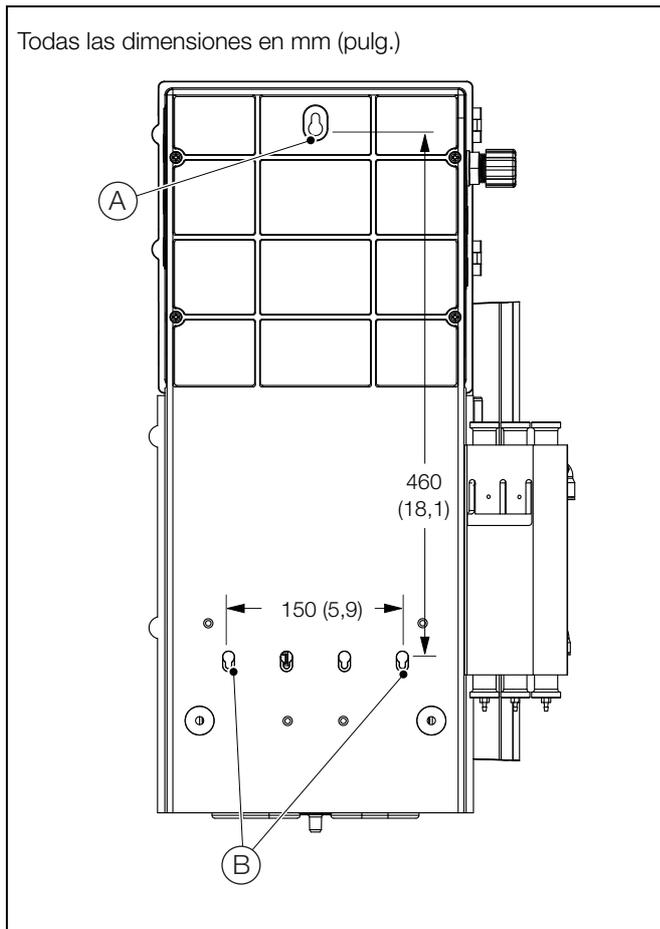

Fig. 4.2 Montaje del analizador
1. Marque la pared utilizando las dimensiones que se muestran en la Fig. 4.2.
2. Taladre y tapone los tres agujeros (A) y (B), adecuados para tornillos/pernos M6 o de 1/4 pulg.
3. Atornille el perno superior (A), deje una separación de 20 mm (0,78 pulg.) entre la cabeza del tornillo y la pared.